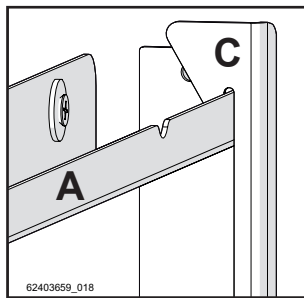
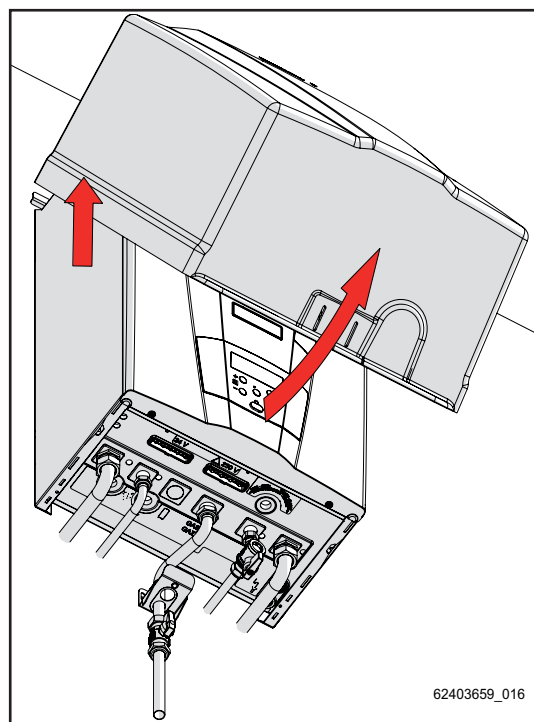

Figura 5-42
Figura 5-49
- 7 - Applicare la copertura come mostrano le figure 5-39, 5-40 e 5-41 in sequenza; accertandosi che i ganci "C", presenti nel telaio della copertura, vadano ad ancorarsi sulla staffa di fissaggio superiore "A" come mostrato in figura 5-42;
- 3 - Ruotare e sollevare la copertura come in figura 5-49, ricordando di estrarre i ganci del telaio "C" dalla staffa di sostegno superiore "A" come mostrato in figura 5-42.